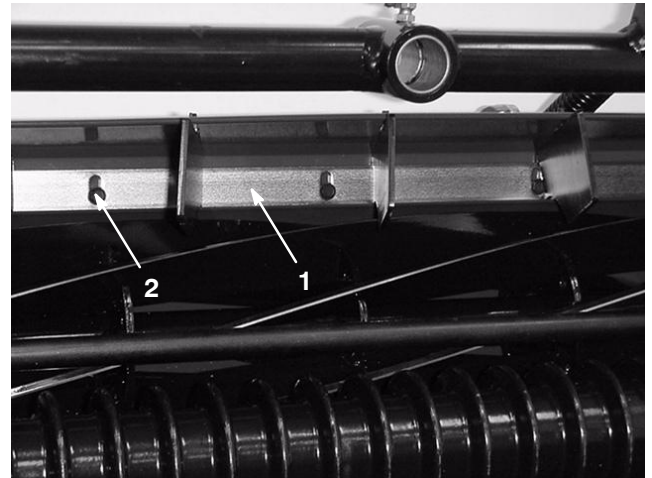

Bild 4
1. Lockern Sie die Schrauben, mit denen die Schnittleiste befestigt ist (Bild 4). Setzen Sie eine 2 mm Fühlerlehre oben zwischen die Spindel und die Schnittleiste.